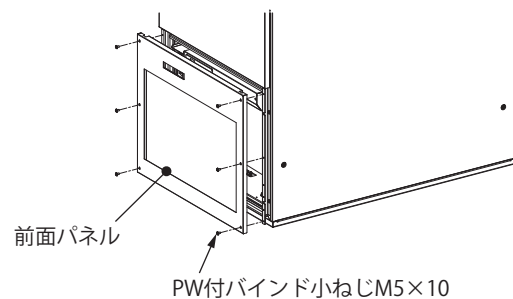

図2
- ③前面パネルの PW 付バンド小ねじ M5×10 を取り外し、前面パネルを取り外してください（図 2）。
- ②前面パネルのPW付バインド小ねじM5×10（6か所）を取り外し、前面パネルを取り外してください（図2）。
- ③本製品を接続した配電盤の電源ブレーカをONにしてください。
- ②前面パネルのPW付バンド小ねじM5×10を（6か所）を取り外し、前面パネルを取り外してください（図2）。